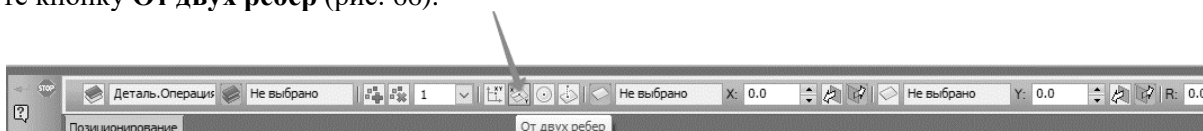

Рис. 66. Указание способа позиционирования отверстия
6.7 Определите способ позиционирования отверстия. Для этого на Панели свойств нажмите кнопку **От двух ребер** (рис. 66).